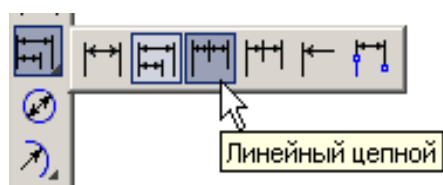
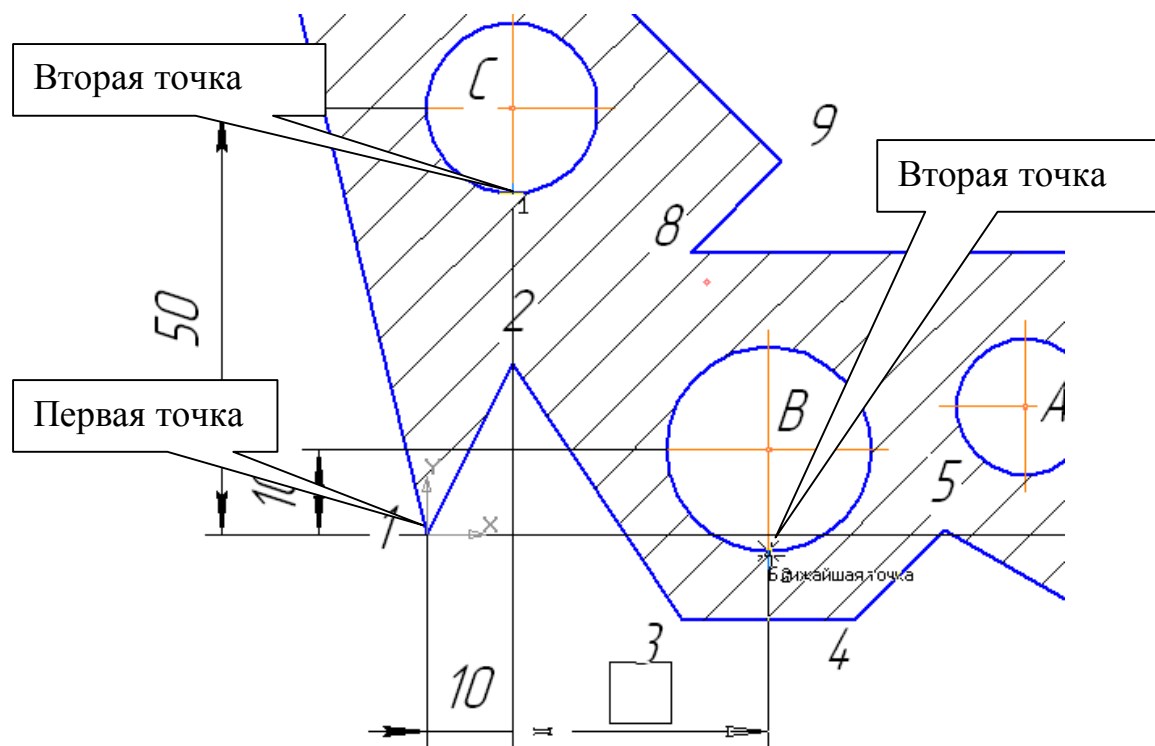

Рис. 45
Рис. 46
- На панели **Размеры** сделайте активной команду **Линейный цепной**, рис. 45. Зафиксируйте точку 1 и укажите положение окружности C (вторая точка), проставив горизонтальный размер, рис. 46. Затем определите положение окружности B (вторая точка) и окружности A. Прервите команду.